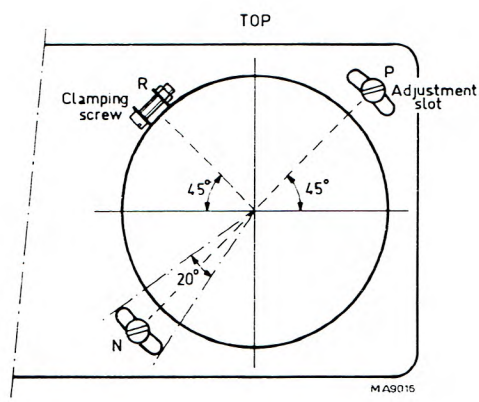

Fig. 2.9. Positionnement du t.r.c.
- Enlever les vis N et P derrière le panneau avant (voir Fig. 2.9).
- Desserrer la vis de blocage R dans l'étrier autour de la face de tube (Fig. 2.9).